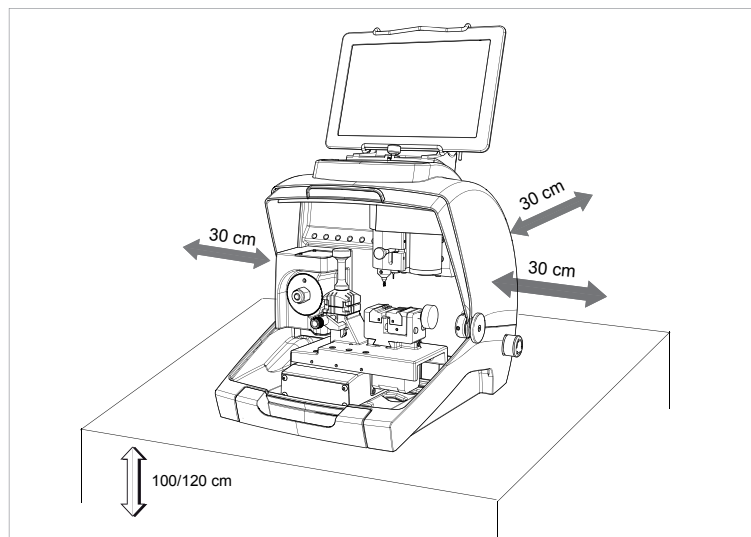

Fig. 10
- 1) Colocar la duplicadora sobre una superficie de trabajo horizontal, sólida y adecuada para el peso de la máquina (20 Kg). El alto de la superficie de trabajo debe ser de unos 100-120 cm de manera que resulte más cómodo acceder a las partes operativas. Se recomienda dejar por lo menos 30 cm en la parte trasera de la máquina y en los lados para garantizar una buena ventilación y una adecuada capacidad de maniobra (Fig. 10).